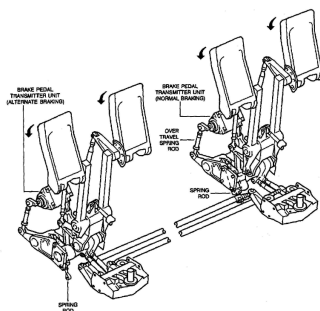

Figure 7 – Pédales de frein
- soit manuellement par appui sur les pédales de frein, figure 7. La pédale gauche agit sur les roues du train gauche, l'appui sur celle de droite sur le train droit. Les unités de transmission (Brake Pedal Transmitter Unit) situés sous les pédales émettent des signaux électriques vers le **BSCU** ou vers l'**ABCU** proportionnels à la course des pédales de frein.